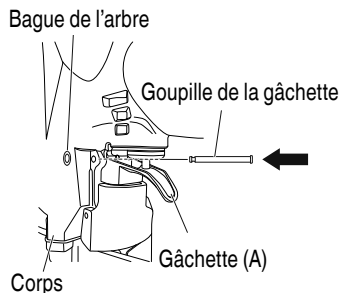

Fig. 4
Le montage peut être réalisé selon la procédure indiquée par la Fig. 4.
Tel qu'illustré à la Fig. 4, faites passer la goupille de la gâchette fermement dans le trou de la gâchette (A) et installez la bague de l'arbre sur la goupille de la gâchette.